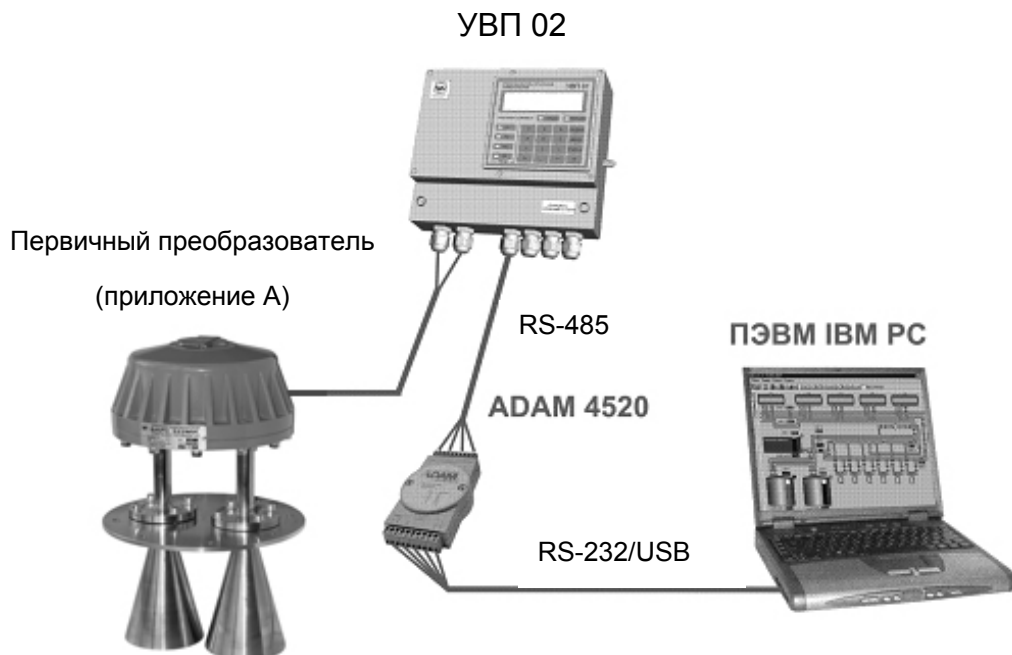

Рисунок 9 – Подключение прибора к компьютеру
2.3.1 Подключение прибора к ПЭВМ осуществляется через интерфейс стандарта EIA RS-485 напрямую, если компьютер имеет встроенный RS-485-порт, или к COM-порту с помощью преобразователя интерфейсов ADAM-4520 (рисунок 9), к USB-порту с помощью преобразователя интерфейсов ADAM-4561. Допускается применение других аналогичных преобразователей.